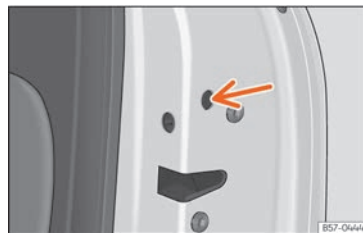

Abb. 57 Notfallsperre der Tür.
- Stecken Sie den Schlüsselbart in den Schlitz >>> [Abb. 57] (Pfeil) und drehen Sie den Schlüssel bis zum Anschlag nach rechts (rechte Tür) bzw. nach links (linke Tür).